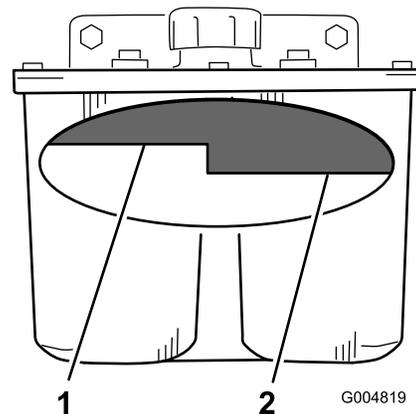

Bild 95
3. Reinigen Sie den Bereich um den Füllstutzen des Hydraulikölbehälters (Bild 95).
4. Nehmen Sie den Deckel vom Füllstutzen des Behälters ab und sehen Sie in den Behälter, ob dieser noch mit Hydrauliköl gefüllt ist (Bild 95).
Hinweis: Der Füllstand sollte bei heißem Öl die Oberkante der heißen Einfüllmarkierung der Zwischenplatte erreichen (Bild 95).